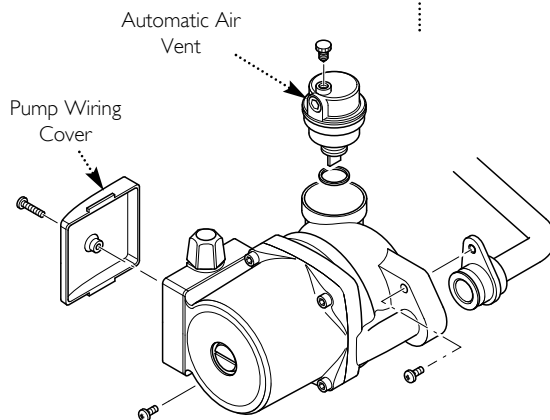

Fig. 89
14.16 Automatic Air Vent (Fig. 89)